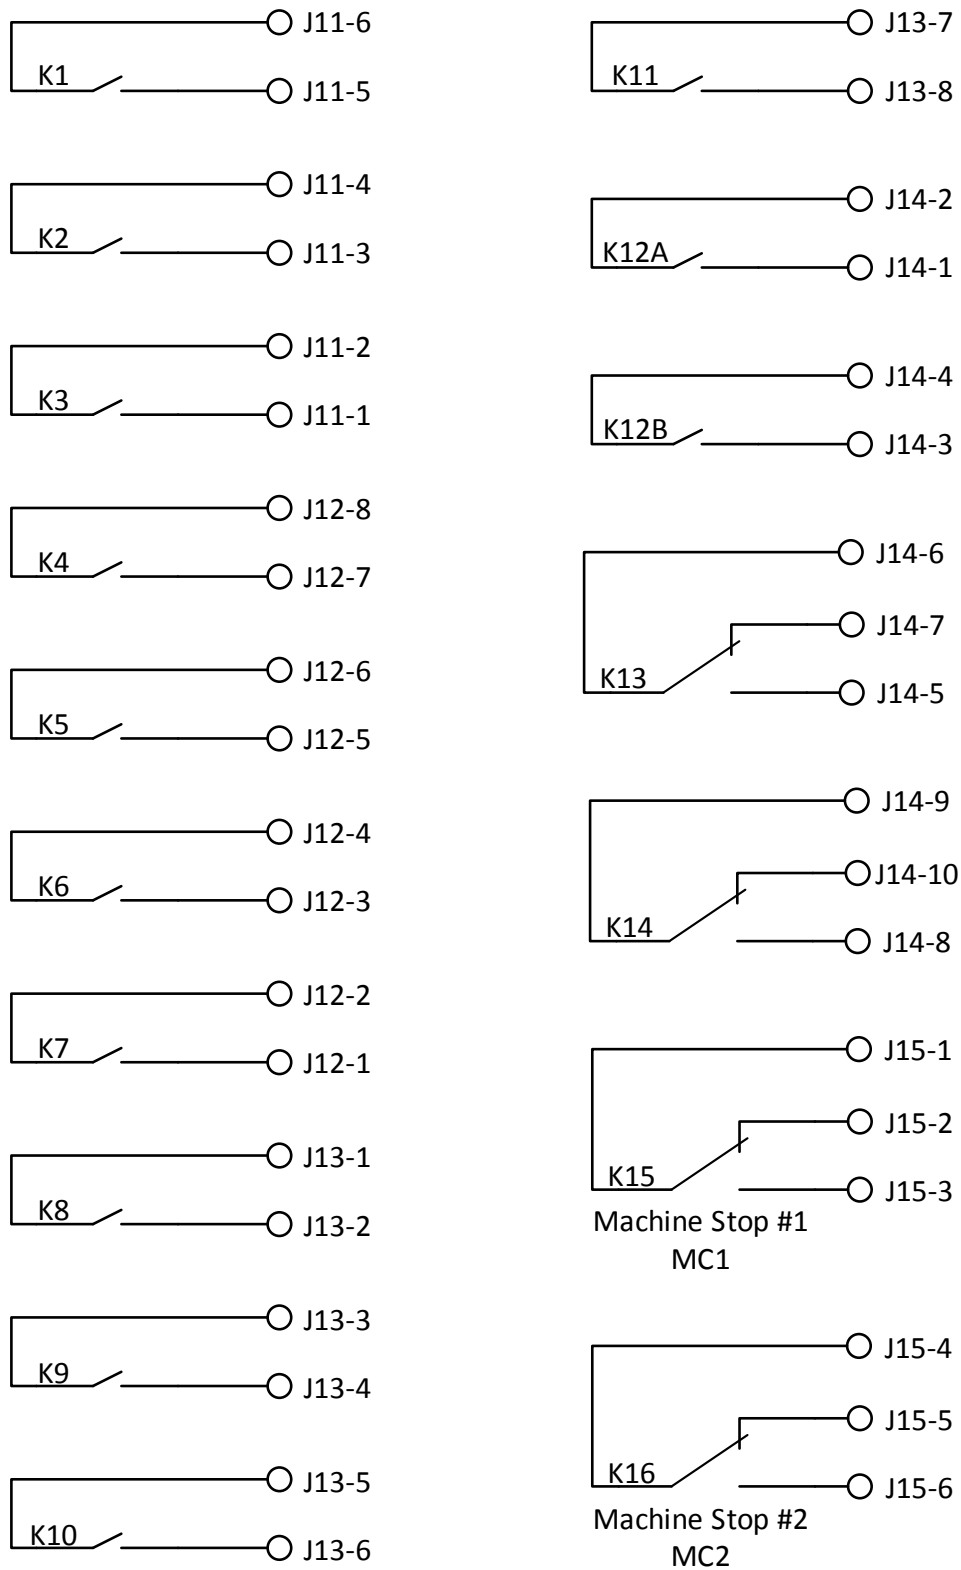

Abbildung 3: Schaltplan für Relais der CPU-Platine
Die CPU-Platine des *inTeleSmart2* enthält 16 Relais. Zwei dieser Relais (K15 und K16) werden für den Maschinenstopp (MC) verwendet (siehe Abschnitt 4.5), die anderen beiden Relais (K13 und K14) sind Form-C-Flipfoprelais. Alle anderen Relais (K1–K12) sind Schließerrelais, wobei K1–K11 Relais mit einem Eingang sind und K12 ein Relais mit zwei Ausgängen ist. Abbildung 3 zeigt die Relaisverdrahtung für alle Relais auf der CPU-Platine.
Der *inteleSmart2* kann so verdrahtet werden, dass verschiedene Grade der Isolation erreicht werden. Wenn das Gerät ohne Anschlusskabel oder Verbindungsoption bestellt wird, kann der Benutzer die Relais entsprechend dem erforderlichen Isolationsgrad verdrahten. Dies kann unter Bezugnahme auf die Schaltpläne in Abbildung 3 für die Hauptplatine und Abbildung 5 für die Erweiterungsmodule durchgeführt werden.